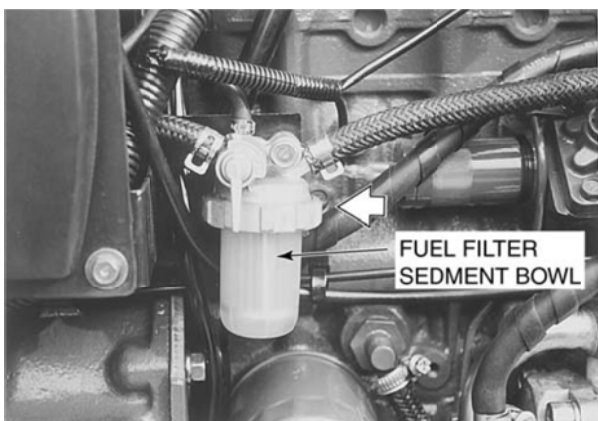

Рис. 52 (топливный фильтр)
1. Закройте клапан отключения подачи топлива, снимите отстойник (см. рис. 52).
1. Закройте клапан отключения подачи топлива (рис. 52).
2. Снимите отстойник (рис. 52).